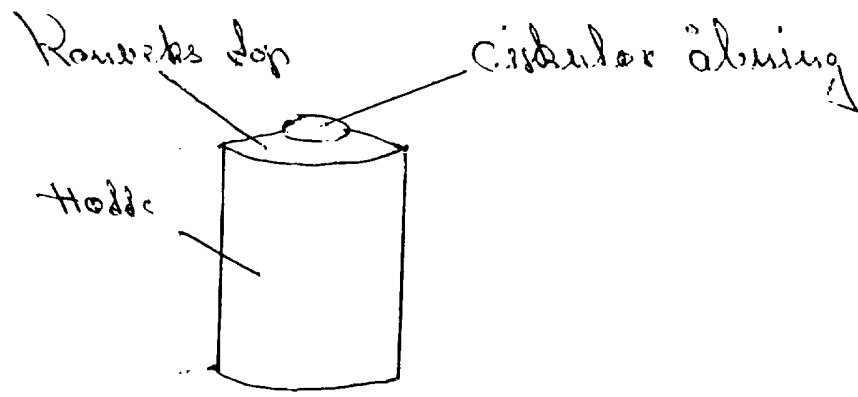
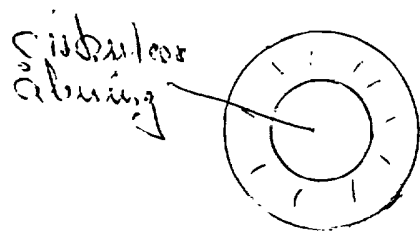

Fig. 1.
Fig. 2
*På vedlagte tegning vises fig. 1. Hætten med den konvekse top og cirkulære åbning set fra siden. Fig. 2 viser hættens top med cirkulær åbning set fra oven.*
*Frembringelsen ( Fig.1 ) som er ny ved en hætte, der sættes udover stearinlysets top, som er ny ved en cirkulær åbning i toppen af hætten ( fig.2 ), som er ny ved hættens top er konveks .( Fig.1 ).*